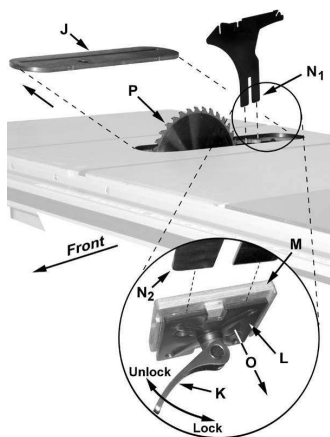

Рис. 8
3. Уберите вставку в столе (J).
4. Расположенный внутри стола и доступный через вставку быстрый зажим с ручкой (K) фиксации (рис. 8 вставка), разместить в положение разблокировки.
5. Накладной зажимной блок (L) имеет пружину (O) и отодвинется от фиксированного блока (M), оставляя зазор.
6. Вставьте нижнюю часть расклинивающего ножа (N1, N2), полностью в зазор между зажимом блоков (L, M), а затем зафиксируйте ручку (K).
7. Поставьте вставку (J) обратно в стол. Пильный диск и расклинивающий нож должен выступать через отверстие во вкладыше.
Зажим блоков (L, М., рис. 8) отрегулирован на заводе, регулировка после установки защитного кожуха и расклинивающего ножа не требуется. Тем не менее, правильное положение расклинивающего ножа (стр. 14) является очень важным. Проверьте перед началом работы на столе, и последующей процедурой настройки, если необходимо.